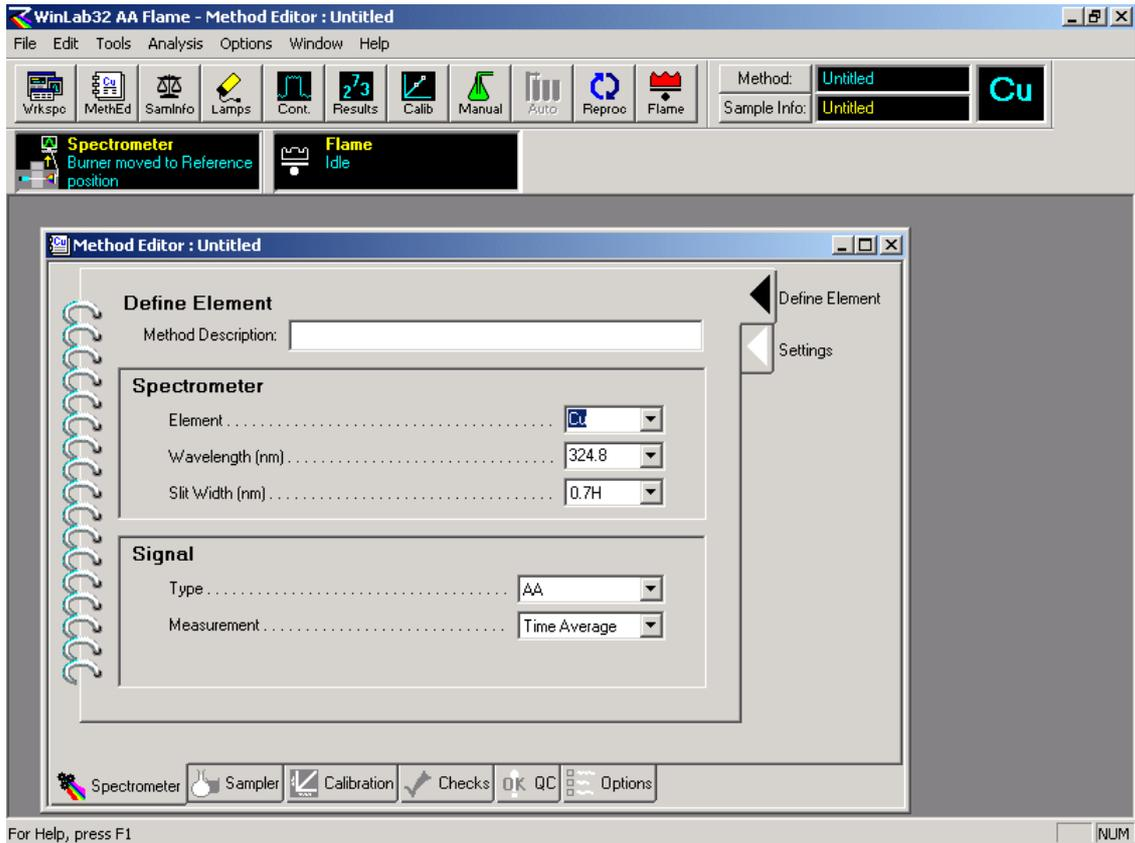

图 6. 方法建立中光谱仪参数输入页面之一
1.2.3 如若建立铜元素的测量方法,可用鼠标器点击元素符号“Cu”,此时出现画面如图 6 所示: